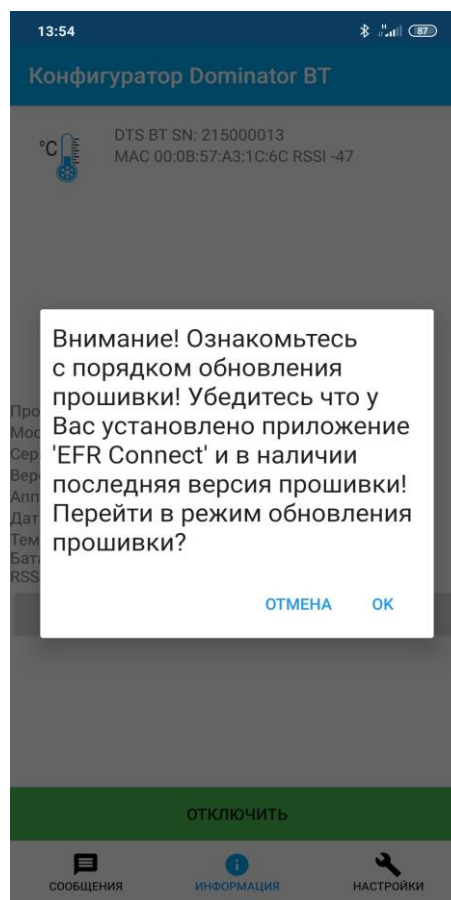

рис. 5.7.
- подтвердите действие (рис. 5.7).